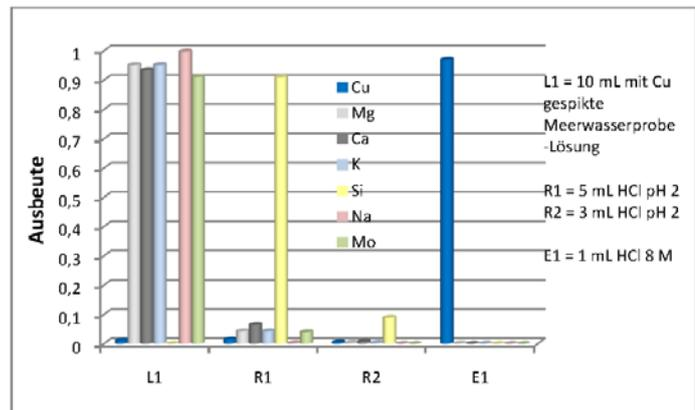

Abb. 5: Elutionsstudie Cu gespikete Meerwasserprobe (3).
Es wurde weiterhin getestet, ob die Methode auch für andere Anwendungen und Matrices Anwendung finden kann (3). Es konnte gezeigt werden, dass Cu aus bis zu 10 mL Meerwasser (auf pH 2 angesäuert) extrahiert werden kann. Es konnte dann in 1 mL 8M HNO₃ nahezu quantitativ eluiert werden kann; es wurde eine sehr reine Cu Fraktion erhalten (Abb. 5).